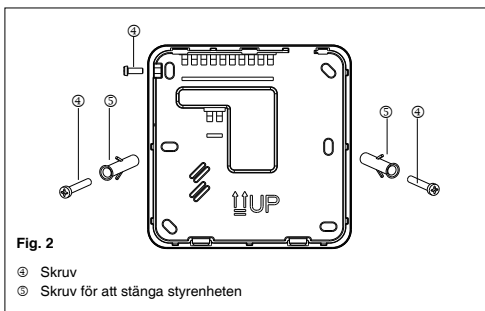

Fig. 2
- Avlägsna låsskruven i den övre vänstra sidan för att separera enheten från styrenheten (Fig. 2). Montera enheten på väggen och markera borrhålen.
- Montera fast styrenheten på väggen med därtill avsedda pluggar ③.
- Stäng styrenheten med dess lock. Skruva åt locket med skruven som har tagits bort tidigare (Fig. 2).